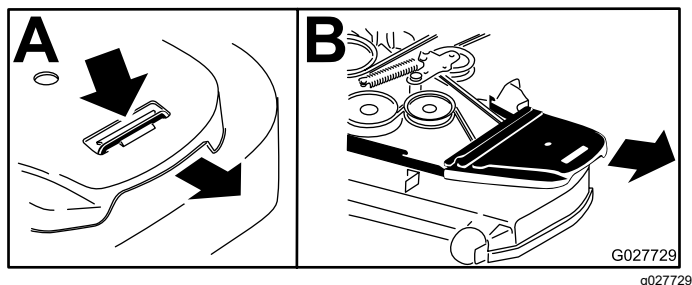

Figure 67
4. Déposez les protège-courroies (Figure 67).